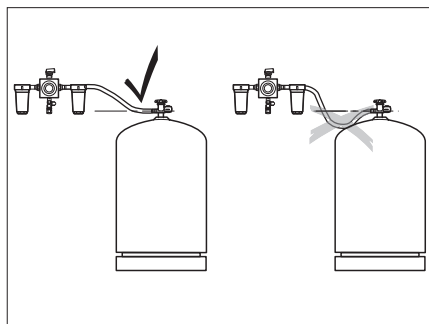

Bild 87 Dragning av högtrycksslangarna
- ▷ Vid dragning av högtrycksslangarna är det viktigt att de ständigt stiger (Bild 87).